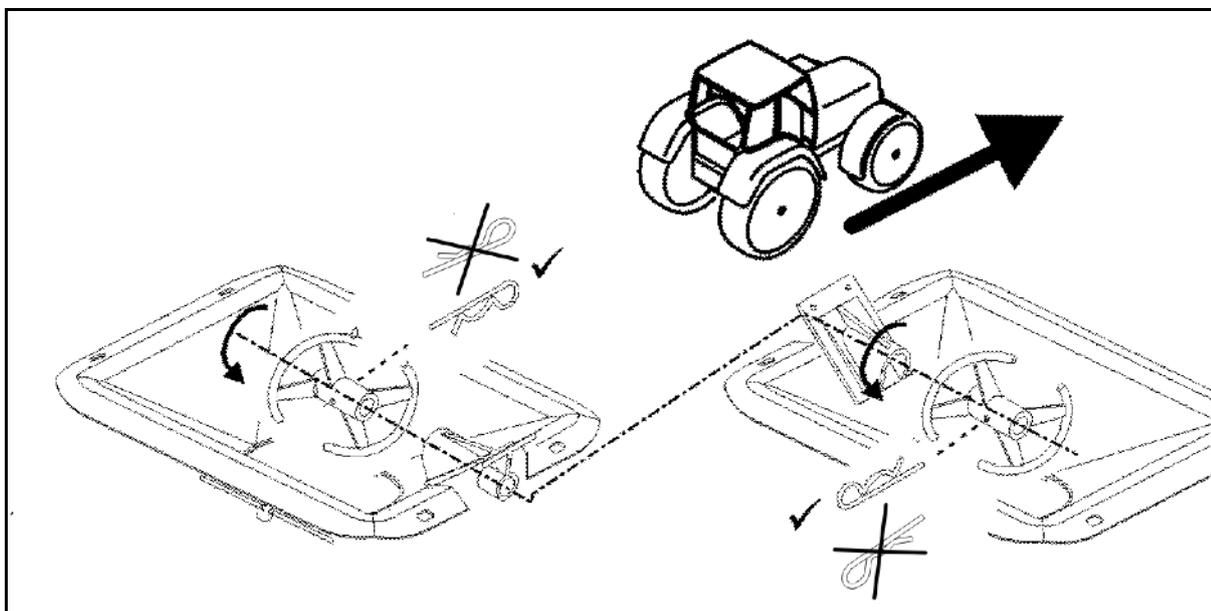

Fig. 72
- 6 tornillos de la célula de pesaje (Fig. 72/1)